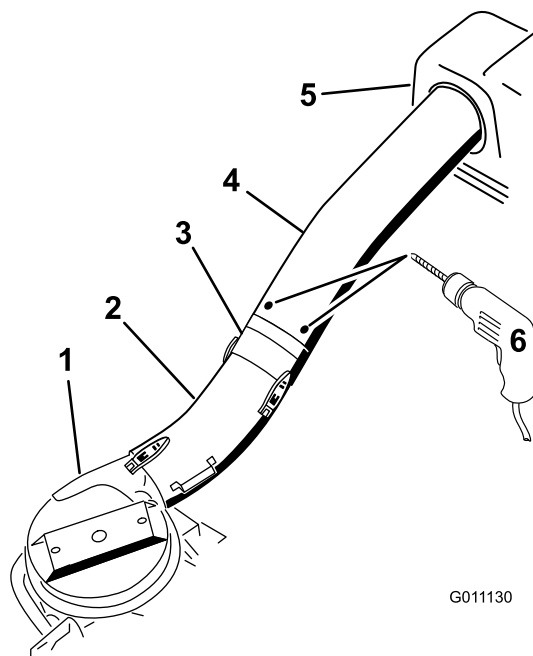

Figura 27
11. Utilizando os três orifícios ou marcas no tubo superior como modelo, perfure três orifícios (7/32 pol. de diâmetro) onde os tubos superior e intermédio se juntam (Figura 27).